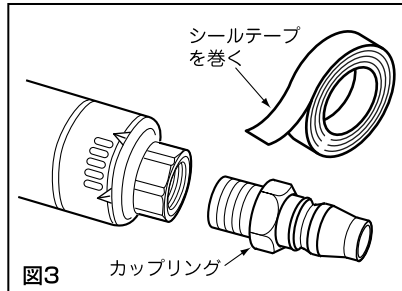

図3
2. カップリングをエア取入口に取り付けて下さい。カップリングのネジ部にシールを巻き付け、エア漏れのないようにエア取入口にしっかりと取り付けてください(図3)。